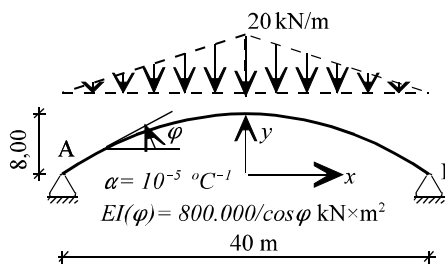

Figura 21
21) Sobre el arco biarticulado de la figura 21 actúa una carga repartida con la distribución triangular que se muestra en la propia figura. Despreciando los acortamientos debidos a los esfuerzos axiales en el arco, se pide: